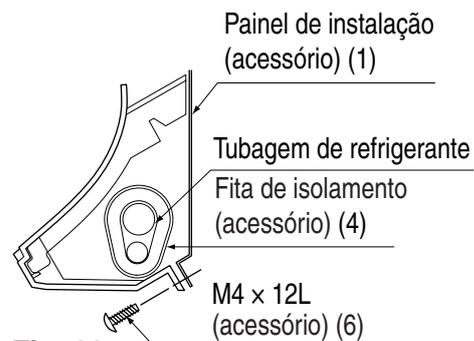

Fig. 11
- Fixe a unidade interior ao painel de instalação (1) com os parafusos de fixação (6). (Consulte a Fig. 11)